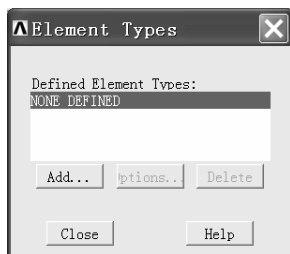
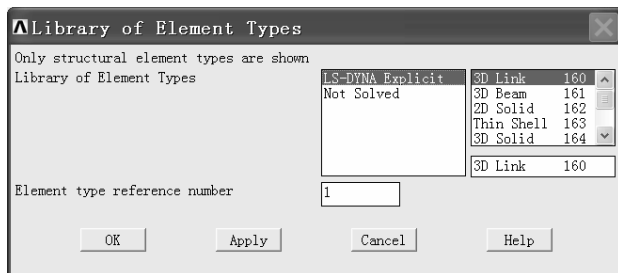

图 3-2 “Element Types”窗口
图 3-3 “Library of Element Types”窗口
(1) 打开 ANSYS LS-DYNA 操作界面；
(2) 依次选择 Utility Menu>PlotCtrls>Style>Colors>Reverse Video, 将背景变为白色。
(3) 依次选择 Main Menu>Preprocessor>Element Type>Add/Edit/Delete, 弹出“Element Types”窗口(见图 3-2)。单击该窗口中的“Add”按钮, 弹出“Library of Element Types”窗口(见图 3-3)。